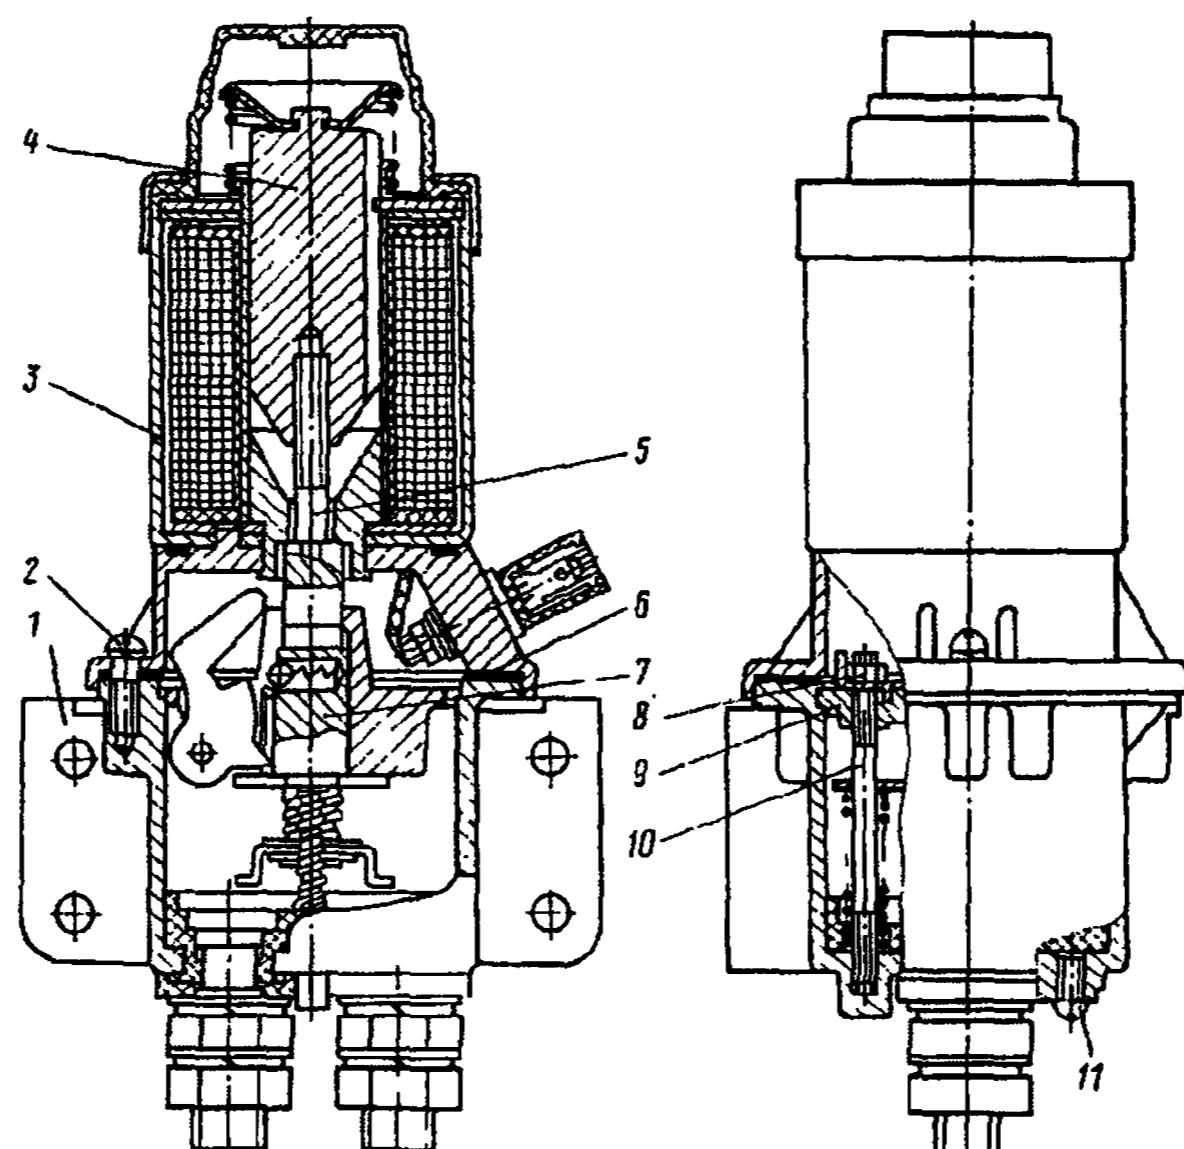

Рис. 363. Выключатель массы ВК-860Б:
2. Выверните винты 2 (рис. 363) крепления электромагнита в сборе с корпусом 1, снимите электромагнит 3	Отвертка